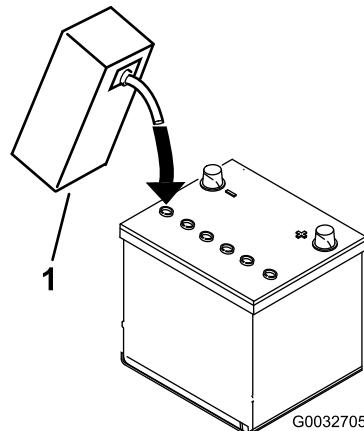

Figura 8
- Llene cuidadosamente cada celda con electrolito hasta que las placas estén cubiertas de 6 mm aproximadamente de fluido (Figura 8).
- Espere aproximadamente 20–30 minutos para que el electrolito penetre en las placas. Rellene según sea necesario para que el electrolito llegue a una distancia de 6 mm aproximadamente del fondo del hueco de llenado (Figura 8).